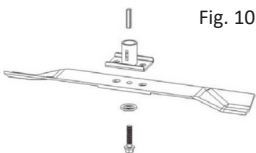

Fig. 10
- Si quieres cambiar la cuchilla de corte, retira el tornillo (fig. 10).